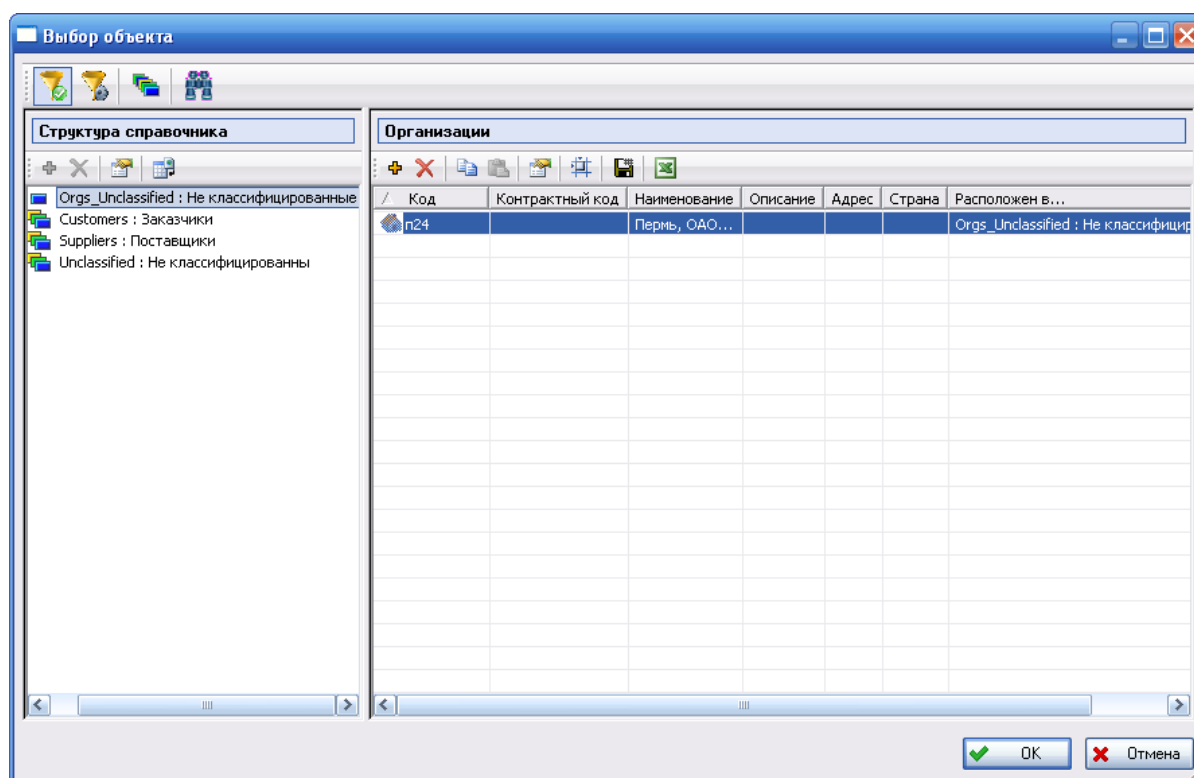

Рис. 4-59
- В поле **Производитель** укажите *изготовителя изделия*. Для этого нажмите на кнопку . В результате откроется окно **Выбор объекта** (рис. 4-59). В левой части окна выберите раздел справочника, к которому относится выбираемая организация. В правой части окна сформируется перечень организаций, относящихся к выбранному разделу справочника. Щелчком левой кнопки мыши выберите нужную организацию и нажмите на кнопку **ОК** в окне **Выбор объекта**. В результате поле **Производитель** заполнится выбранным значением. Для удаления значения из поля нажмите на кнопку